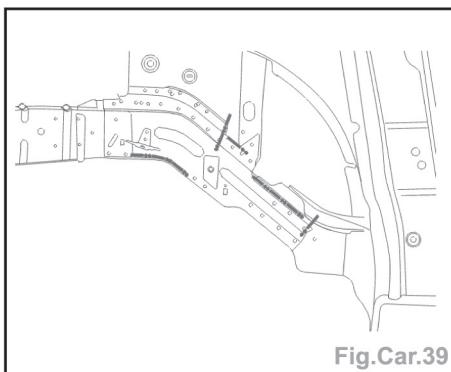

Fig. Car.39
- Découper par meulage des cordons (Fig.Car.39).